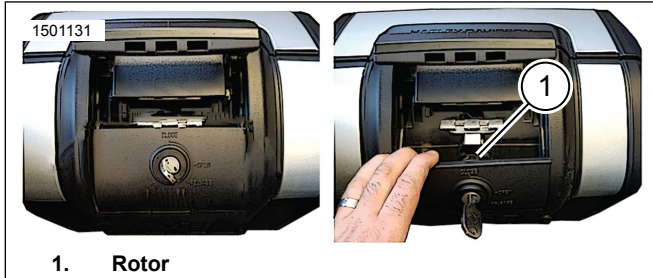

Figure 6. Akses sa Rotor
- Figure 6 Hilahin ang release lever sa access rotor (1).